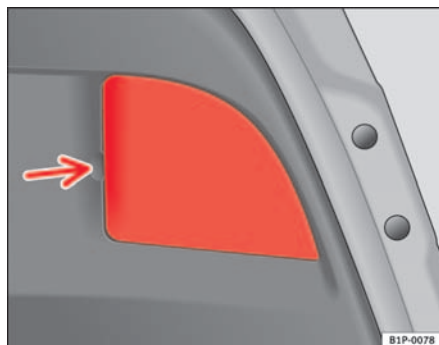

Fig. 171 Luces en el portón
- Retire la tapa tirando de ella. Ver flecha ⇒ fig. 171.